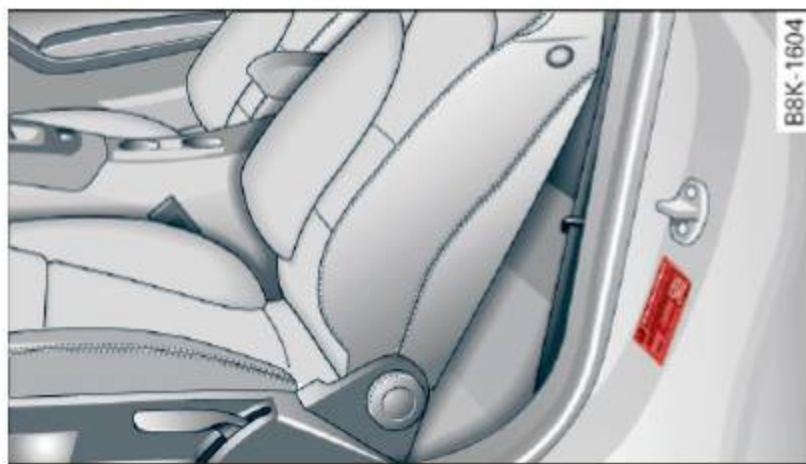

Fig. 184 Étiquette de pression de gonflage des pneus : située sur le montant B de la porte du conducteur.
Consultez l'illustration ⇒ *fig. 184* pour connaître l'emplacement de l'étiquette sur le montant central côté conducteur (la couleur de l'étiquette et l'emplacement exact sur le véhicule peuvent varier légèrement).
N'oubliez pas que votre sécurité et celle de vos passagers dépend aussi de l'assurance que les limites de charge ne sont pas dépassées. La charge du véhicule comprend tous les passagers et le chargement à bord du véhicule. L'appellation technique pour ces capacités de charge est le poids nominal brut du véhicule (« GVWR »). Le poids nominal brut par essieu (« GAWR ») est la charge maximale qui puisse être appliquée sur les deux essieux du véhicule. Le poids nominal brut du véhicule et le poids nominal brut sur l'essieu figurent sur l'étiquette de conformité aux norme de sécurité située sur le montant central côté conducteur. L'étiquette de pression de gonflage des pneus de votre Audi indique le poids maximal combiné de tous les occupants et bagages ou autre chargement que peut transporter le véhicule. Pour connaître l'emplacement de l'étiquette de pression des pneus ⇒ *fig. 184*.
L'étiquette de pression de gonflage de votre Audi indique les pressions de gonflage des pneus recommandées pour le véhicule chargé à sa capacité maximum et les pneus d'origine et neufs qui étaient installés sur votre véhicule lors de sa fabrication. Pour l'emplacement de l'étiquette ⇒ *page 236, fig. 184*.
L'étiquette de pression de gonflage des pneus de votre Audi indique aussi le poids maximal combiné de tous les occupants et bagages ou autre chargement que peut transporter le véhicule. Pour l'emplacement de l'étiquette ⇒ *page 236, fig. 184.*
1. Repérez la déclaration « THE COMBINED WEIGHT OF OCCUPANTS AND CARGO SHOULD NEVER EXCEED XXX KG OR XXX LBS (LE POIDS COMBINÉ DES OCCUPANTS ET DES BAGAGES NE DEVRAIT JAMAIS DÉPASSER XXX KG OU XXX LB) » sur l'autocollant de votre véhicule (étiquette de pressions de gonflage) ⇒ *page 236, fig. 184.*
3. Soustraire le poids combiné du conducteur et des passagers « XXX » kilogrammes ou « XXX » livres inscrit sur l'étiquette ⇒ *page 236, fig. 184.*